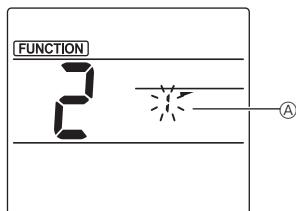

Fig. 3-2
- ② Sélection du numéro d'aillette (Fig. 3-2)